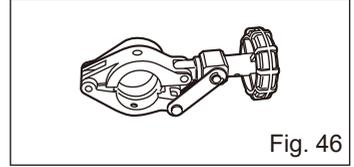

Fig. 46
1) Clamp for flanging (Fig. 46)